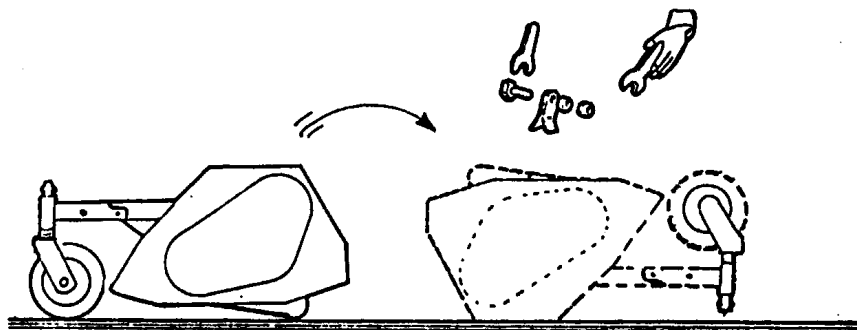

Fig. 18
- 1) Utilizzando un sollevatore idoneo fissando la macchina all'attacco a 3 punti o altro per impedire qualsiasi suo movimento. (fig. 18)
- 2) Sganciare la macchina dalla trattrice e capovolgerla in modo che il rotore dei coltelli sia bene in vista. (Fig. 18 A)
- 1) In case of flails change by lifting the mower, we remind you to use proper lifting equipment to the machine weight and that can fix the mower properly. (fig. 18)
- 2) Disconnect the flail mower from the tractor and overturn it in the way to have the flails shaft in a clear view. (Fig. 18 A)